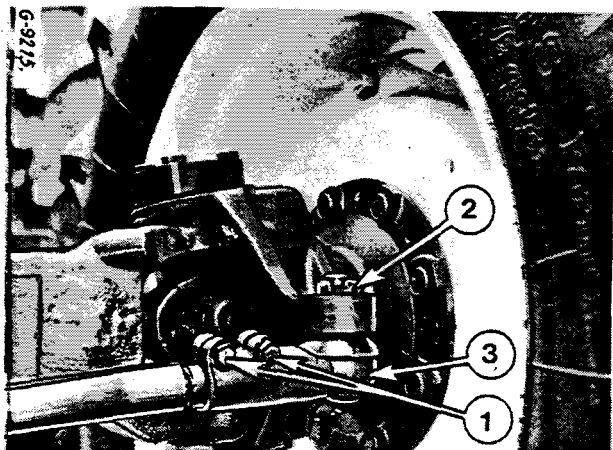

Figure 112
Desserrez les vis de fixation (1) Fig. 112. Otez l'écrou créné (2) et, suivant le cas, vissez ou dévissez la rotule (3) pour obtenir le pincement correct.